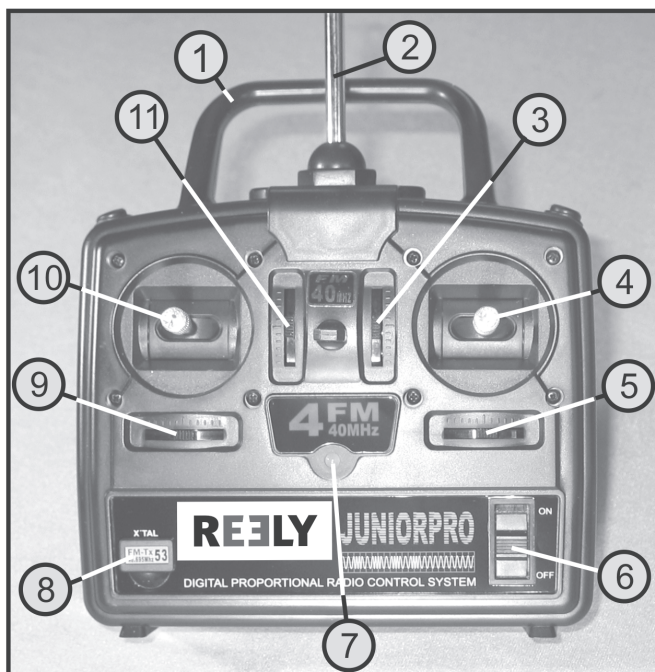

Bild 2
Die Senderantenne wird, falls erforderlich, von vorne/oben durch die kreisrunde Öffnung im Sendergehäuse bis zum Anschlag eingeschoben (siehe auch Bild 2, Pos. 2) und anschließend wie eine Schraube festgedreht. Drehen Sie die Antenne nur solange fest, wie es von Hand möglich ist. Verwenden Sie zum Festschrauben weder Gewalt noch Werkzeug.
Doch unabhängig davon müssen Sie sich vor **jeder** Inbetriebnahme des Senders davon überzeugen, dass sich der Steuerknüppel für die Motordrehzahl (siehe Bild 2, Pos.10) in der Stellung „Motor aus“ befindet.
Wenn die Akkus geladen sind bzw. neue Batterien eingelegt sind, ziehen Sie bitte die Senderantenne vollständig aus und schalten Sie zu Testzwecken den Sender mit Hilfe des Funktionsschalters (siehe Bild 2, Pos. 6) ein. Die LED-Anzeige (siehe Bild 2, Pos. 7) leuchtet in der Farbe Grün und signalisiert Ihnen dadurch die ausreichende Stromversorgung des Senders.
- Wenn sich der Steuerknüppel für die Motordrehzahl (siehe Bild 2, Pos. 10) in der untersten Stellung befindet, gibt der Regler 5 kurze Signaltöne ab.
Sollten die Signaltöne nicht ertönen, so schieben Sie den Steuerknüppel für die Motordrehzahl in die unterste Stellung. Damit der Regler die Steuerknüppelstellung „Motor aus“ eindeutig erkennt, kann es unter Umständen erforderlich werden, auch den Trimmsschieber für die Motorfunktion (siehe Bild 2, Pos. 11) aus der Mittelstellung weiter nach unten zu schieben.